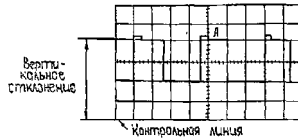

Рис. 4. Измерение мгновенного постоянного напряжения относительно контрольной линии
ж) измерьте расстояние в делениях между контрольной линией и точкой на линии сигнала, в которой нужно измерять напряжение. Например, на рис. 4 измерение проводится между контрольной линией и точкой А;
**Пример.** Допустим, что измеренное расстояние составляет 4,6 деления (см. рис. 4), сигнал положительной полярности (изображение находится выше контрольной линии). Переключатель «V/ДЕЛ.» находится в положении «2». При измерении используется делитель напряжения 1:10.